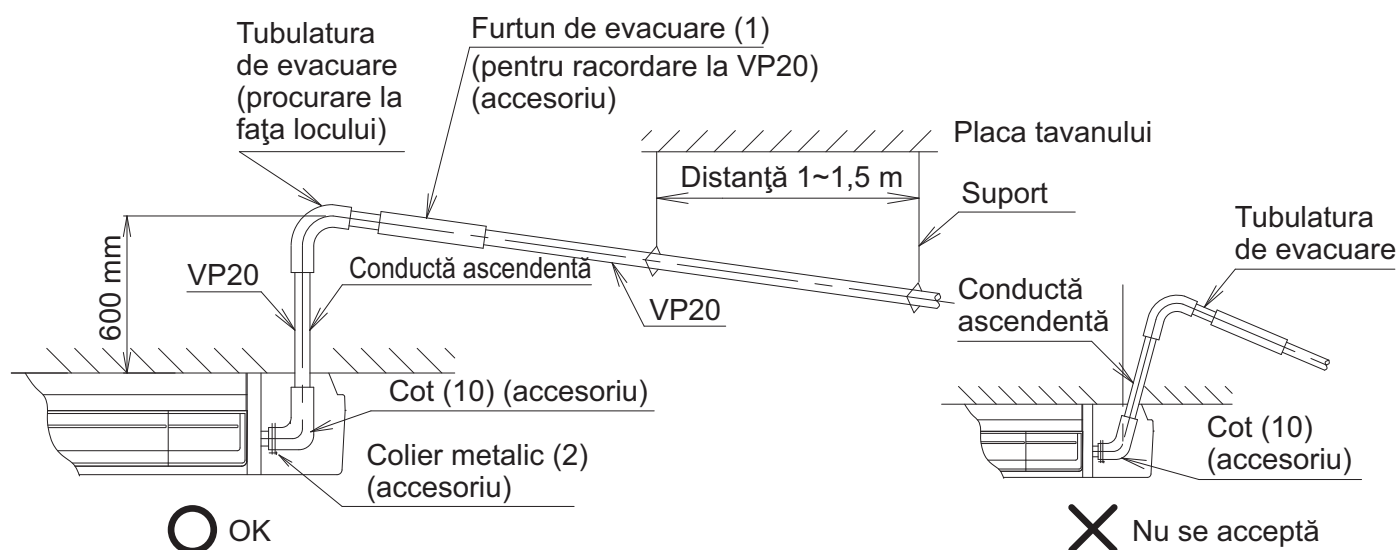

Fig. 29
- Instalați suporturile la distanțe de 1 până la 1,5 m, astfel încât tubulatura să nu se încovoie. **(Consultați Fig. 29)**
- Instalați vertical conducta montantă a golirii. **(Consultați Fig. 29)**